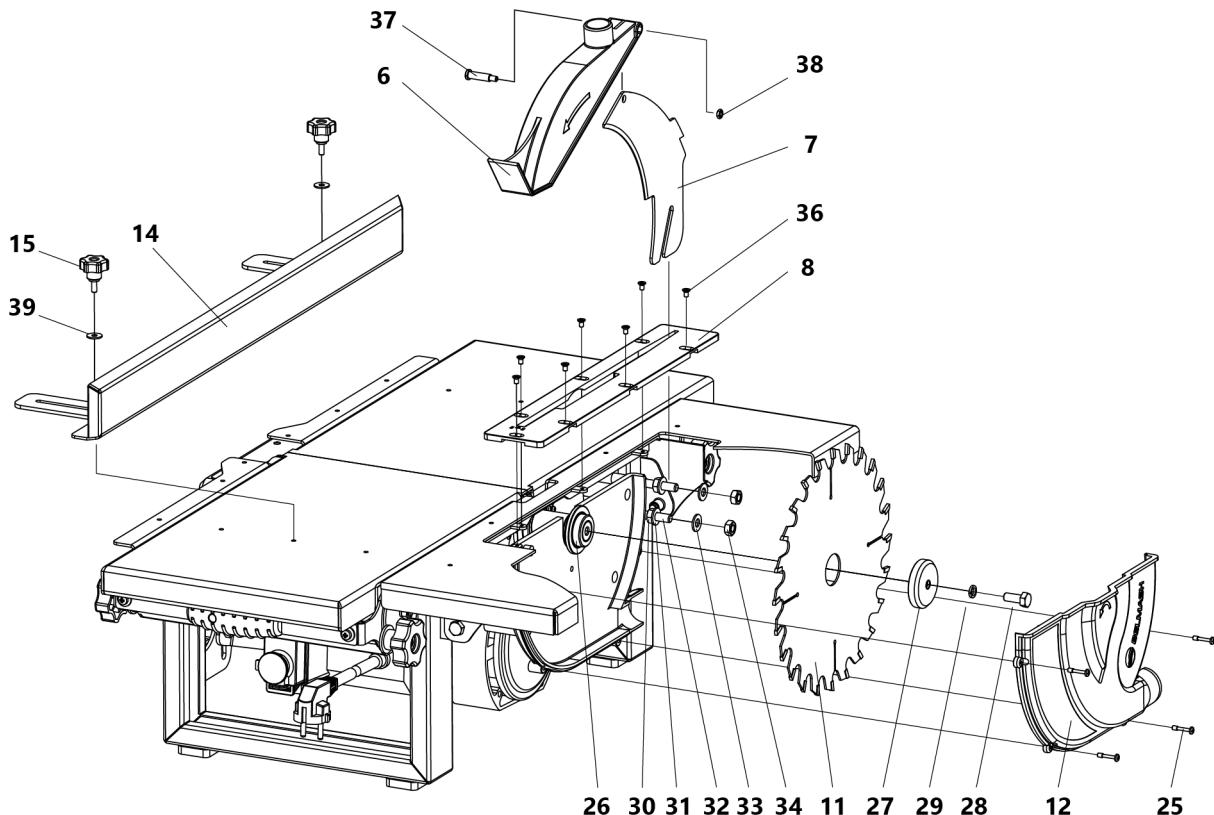

Рисунок 4. Схема сборки станка на операцию пиления
- снять кожух 12, предварительно вывернув винты 25 (рис. 4);
- навернуть гайки 30 на резьбовые стержни 32, установить шайбы 31 (рис. 4);
- установить в паз пильного стола вставку 8 (рис. 4), отрегулировать так, чтобы метка «▽» на вставке совпадала с центром пильного диска 11;
- установить кожух 6 на расклинивающий нож 7 (рис. 4);
- установить на станок линейку 14 (рис. 4);